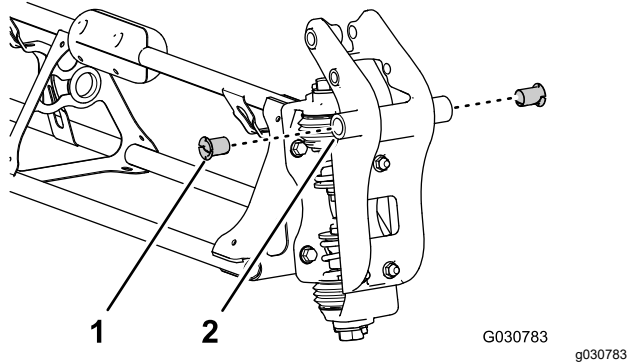

Figura 124
2. Inserte un casquillo con brida de nylon en el orificio de 31.8 mm (1¼") de cada lado del acoplamiento de giro (Figura 124).